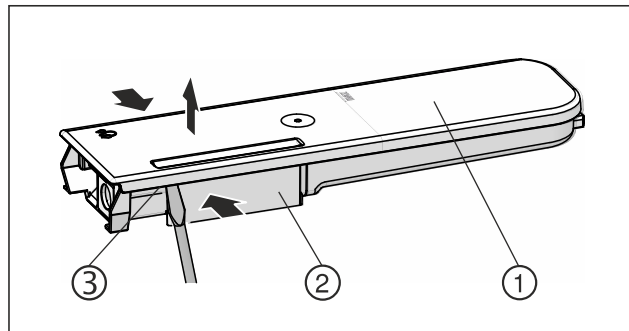

Fig. 128
- ▶ Presser le réservoir d'eau Fig. 128 (2) et faire levier pour lever précautionneusement le couvercle Fig. 128 (1) par les ergots Fig. 128 (3).
- ▶ Faire légèrement bouger le couvercle Fig. 128 (1) de l'avant vers l'arrière puis le retirer par le haut.